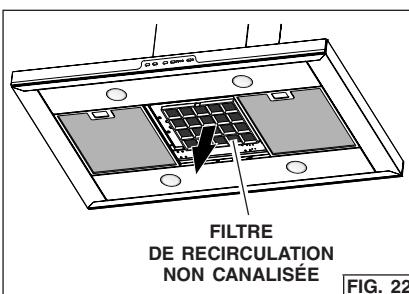

FIG. 22
- Pour retirer le filtre à CHARBON, saisissez la languette du filtre et poussez-la vers l'arrière de la hotte. Tirez le filtre vers le bas pour dégager les languettes arrière du filtre. Fig. 22.